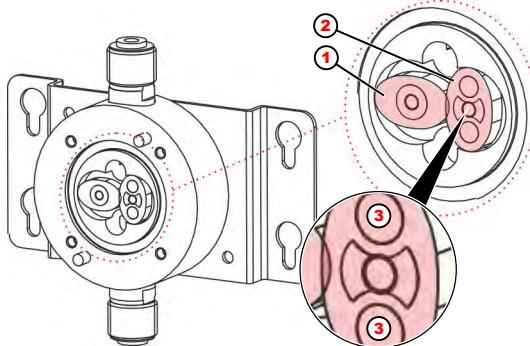

Abb. 6: Ovalradzähler
Die Ovalräder müssen so eingesetzt werden, dass sie genau 90° zueinander versetzt sind (Abb. 6, Pos. 1 + Pos. 2).
1. ➔ Ovalräder nach Reinigung / Austausch 90° versetzt zueinander einbauen (Abb. 6, Pos. 1 + Pos. 2).
Das Ovalrad mit den eingeschweißten Magneten (Abb. 6, Pos. 2) muss unter dem Sensor im Deckel positioniert sein. Die Plättchen auf diesem Ovalrad müssen nach unten zeigen!